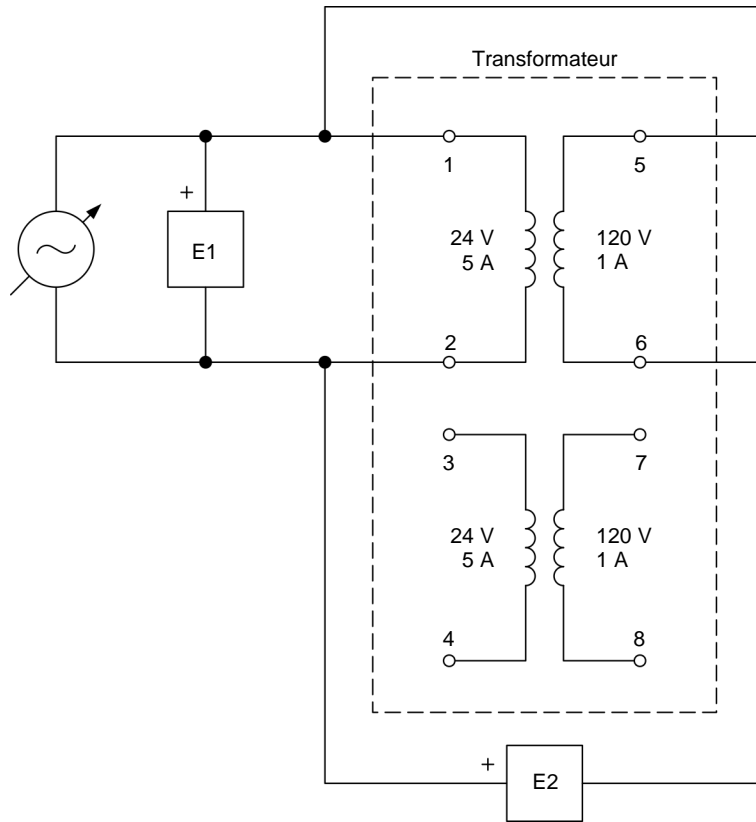

Figure 17. Circuit pour déterminer la polarité des enroulements d'un transformateur à l'aide d'un voltmètre.
19. Connectez l'équipement tel que montré dans la figure 17. Dans ce circuit, un des enroulements secondaires (enroulement 5-6) du transformateur de puissance est connecté en série avec l'enroulement primaire (enroulement 1-2).